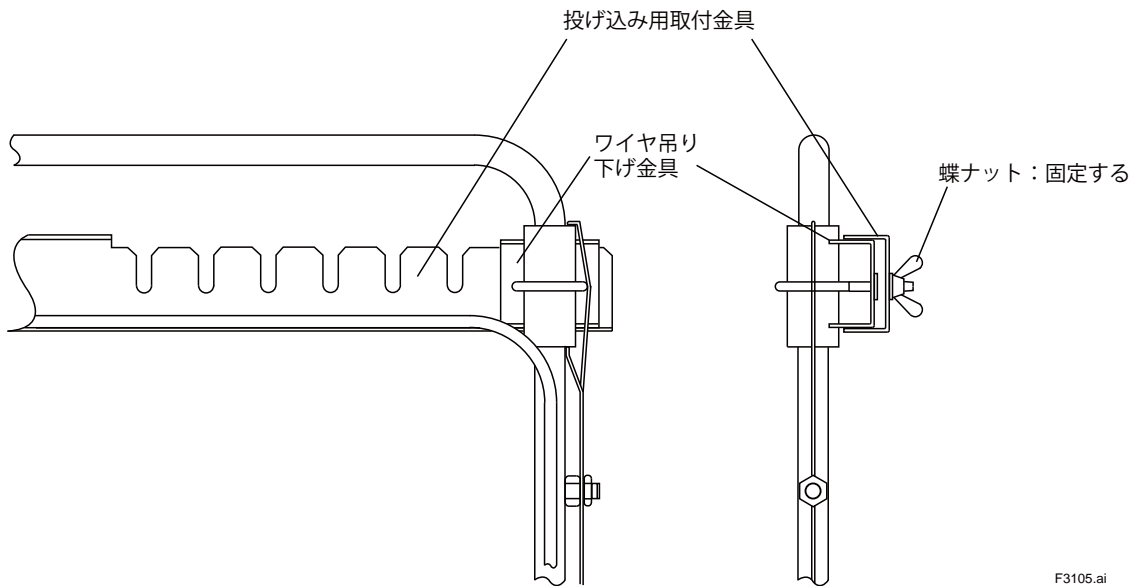

図 3.5 投げ込み用金具の取付方
(6) 検出器を吊り下げた状態で、図 3.5 のように、ワイヤ吊り下げ金具を投げ込み用取付金具の任意の位置に設置し、U ボルトを締めて固定します。なお、検出器を保守する場合は、ワイヤ吊り下げ金具の蝶ナットを緩め、吊り下げ金具ごと取りはずしてください。